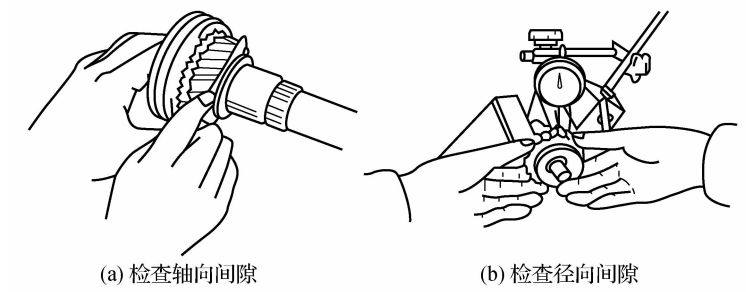

图 6-9 检查齿轮与轴配合的轴向间隙和径向间隙
(7)检查齿轮与轴配合的轴向间隙和径向间隙,如图 6-9 所示。如超过规定限度,应予以更换。